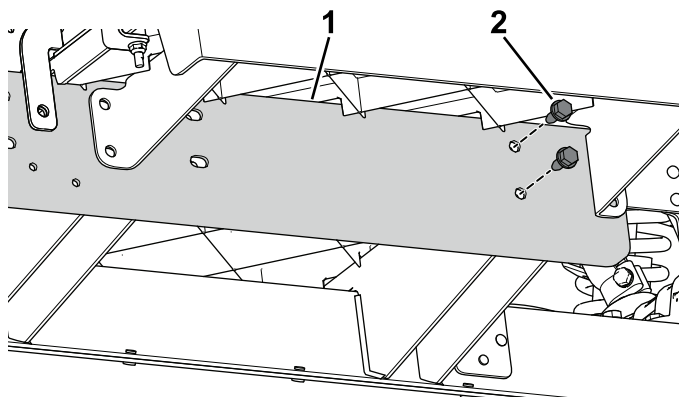

Bild 23
3. Befestigen Sie die Verlängerungsschiene mit den zwei Schrauben (5/16" x 3/4") lose am mittleren Kanal am vorderen Abschnitt der Maschine (Bild 23).